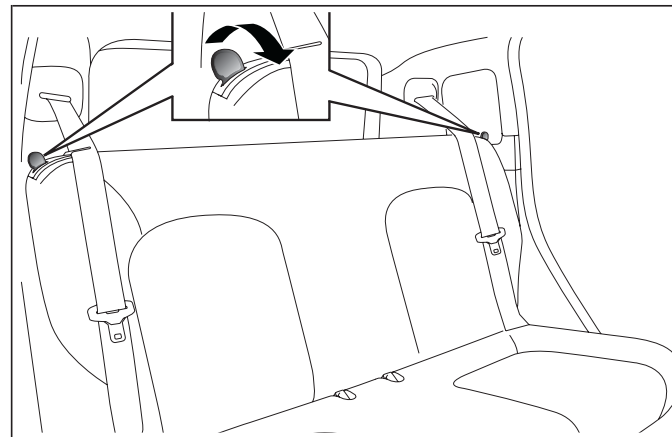

fig. 57
- agire sulle leve ai lati delle sedute posteriori fig. 57 spingendole verso l'interno della vettura, ribaltare lo schienale e successivamente accompagnare lo schienale sul cuscino.